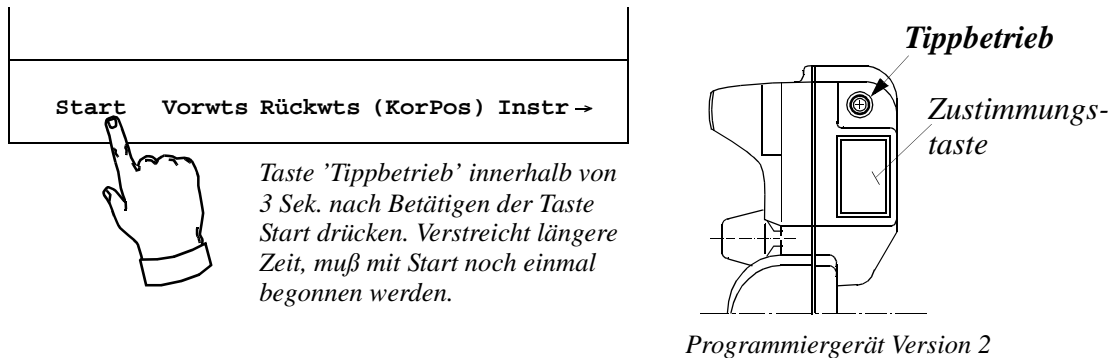

Bild 22 Die Taste 'Tippbetrieb' befindet sich auf der Seite des Programmiergerätes.
- Taste **Start** kurz betätigen und dann die Tippbetriebs-Taste drücken. Während des Ablaufs des Programms ist diese Taste gedrückt zu halten, andernfalls wird das Programm angehalten (siehe Bild 22).